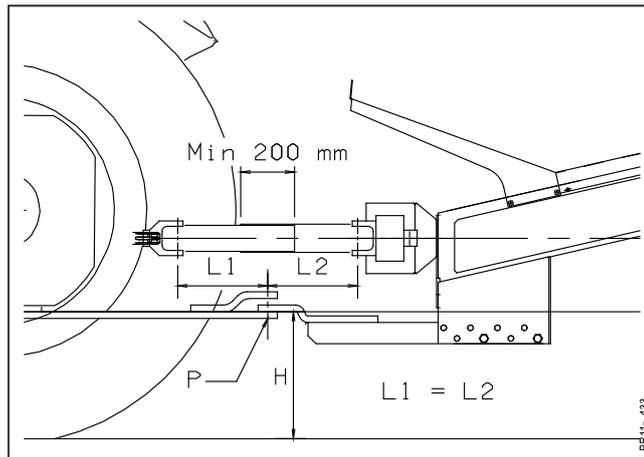

Abb. 2-11
**Abb. 2-11** Die Höhe **H** der Kupplungsöse muss so eingestellt werden, dass die Zapfwelle horizontal ist. Die Höhe kann geändert werden, indem die Zugdeichselhalterung bewegt oder gedreht wird.